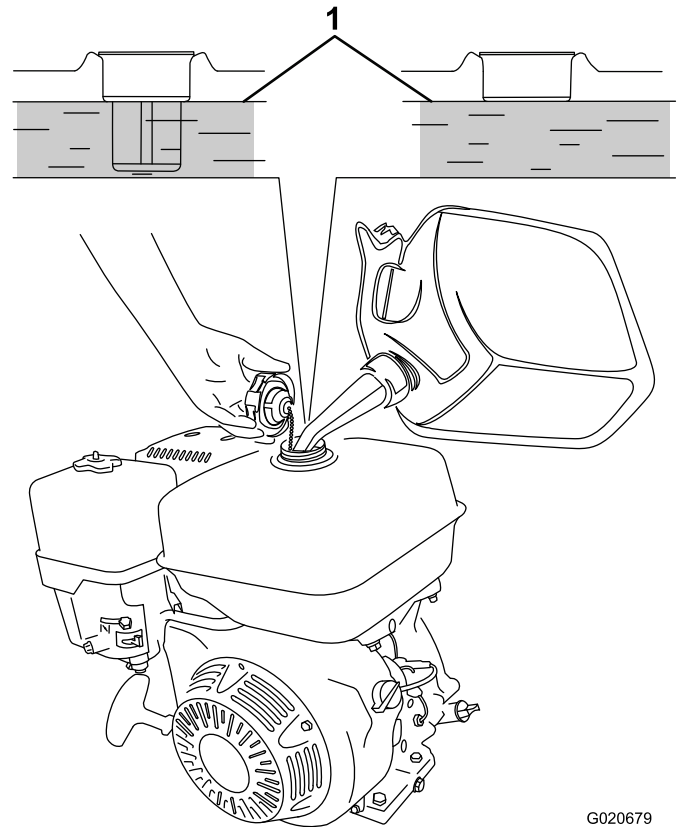

Figura 8
3. Añada combustible al depósito de combustible hasta que el nivel llegue al nivel máximo de combustible (**Figura 8**).